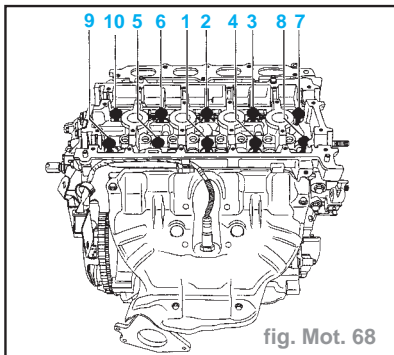

fig. Mot. 68
- Serrage de toutes les vis à **2 daN.m** dans l'ordre préconisé (fig. Mot. 68).